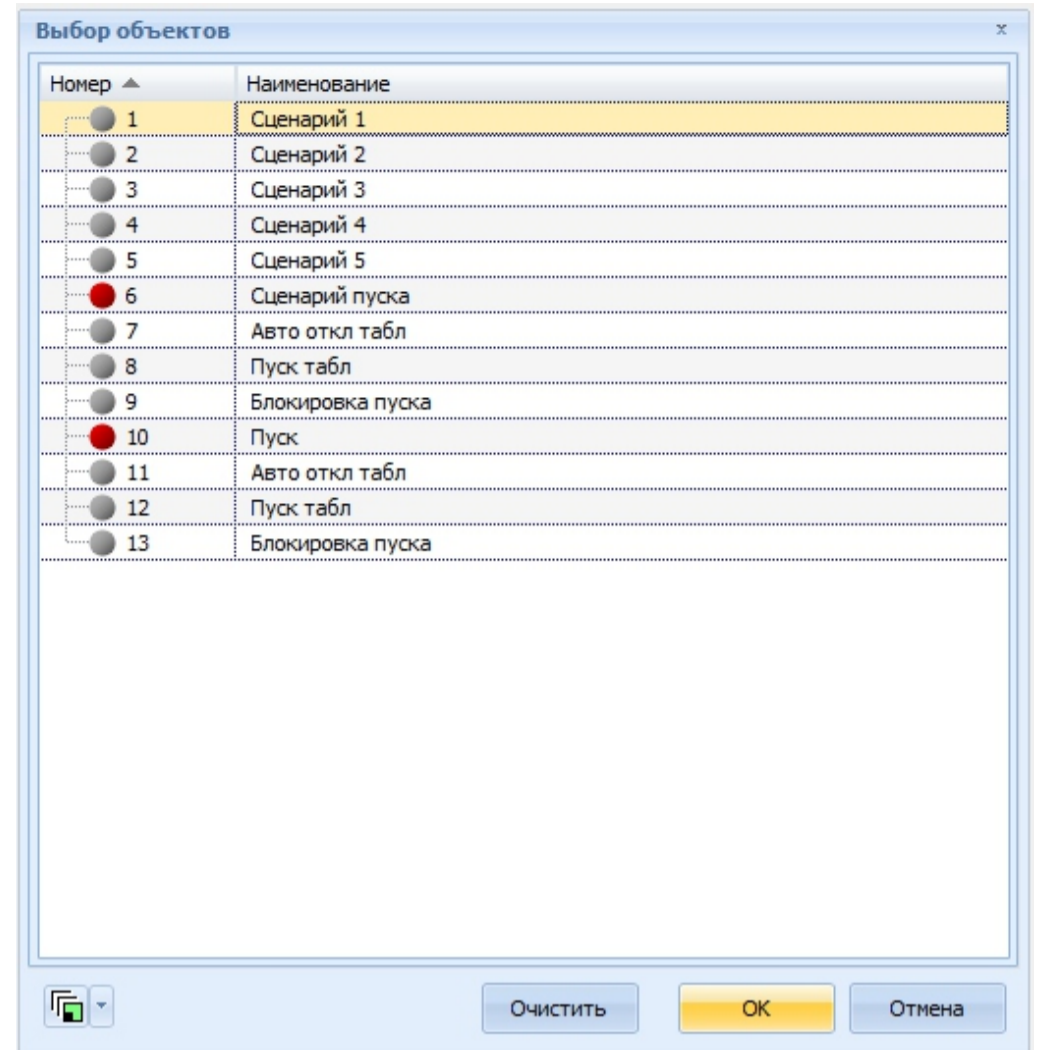

Рисунок 5
4.4 Затем раскрыть список направлений, правым кликом вызвать выпадающее меню для требуемого направления и выбрать пункт «Свойства» (см. рисунок 5). В открывшемся окне выбрать необходимый для отображения сценарий.